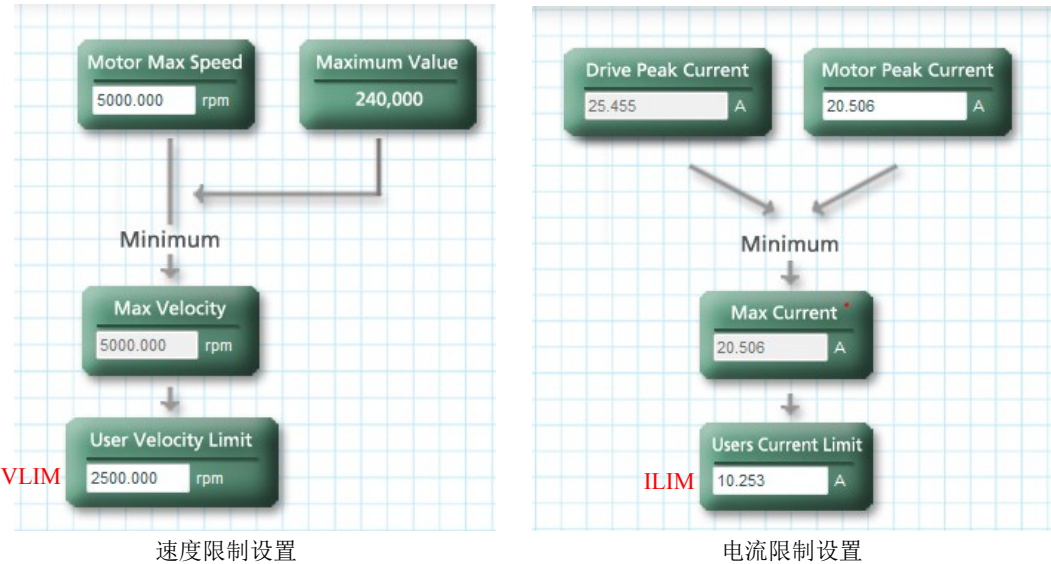

图 2-5 速度和电流限制
(2) 速度限制，如图 2-5 所示，速度限制设置参数 VLIM，该参数限制电机旋转的最大速度，一般 VLIM 设置为电机的最大速度 VMAX。
(3) 电流限制，如图 2-5 所示，电流限制设置参数 ILIM，该参数限制驱动瞬时输出的最大电流，ILIM 设置值要小于驱动的峰值电流 DIPEAK 和电机的峰值电流 MIPEAK，ILIM 设置为 DIPEAK 和 MIPEAK 的最小值。